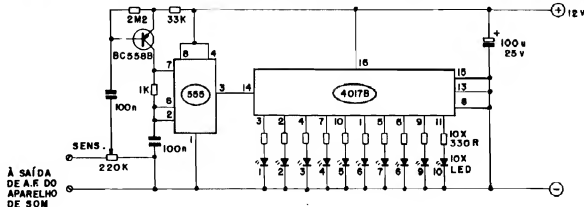

Fig.1
- FIG. 1 - O CIRCUITO - Nos seus módulos ou blocos principais, o SPLIC é bastante convencional, baseado em estruturas e componentes mais do que conhecidos pelo Leitor/Hobbysta: o *driver* final do sequenciamento de 10 estágios é - nada mais, nada menos - um "manjadíssimo" 4017, C.MOS, que "traciona" os LEDs diretamente, via resistores de limitação de Corrente no valor de 330R (são necessários devido à Tensão de alimentação não muito baixa, de 12V...). Aqui vale lembrar que, estando os 10 LEDs sob controles individuais, cada um energizado por uma safda do 4017, nada impede que cores, formatos e tamanhos diversos se-